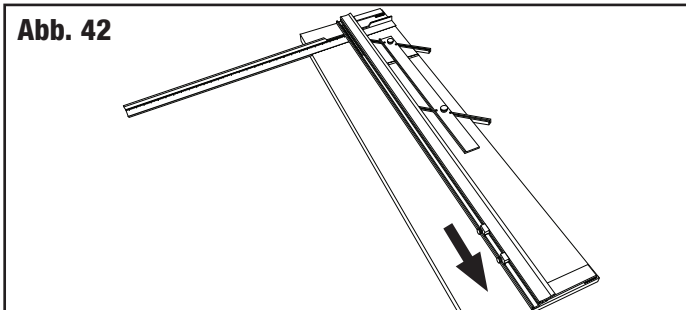

Abb. 43
4. Legen Sie die gereinigte Glasscheibe unter die Führungsschiene (**Abb. 43**) und fest gegen den Anschlagarm-Stopp.